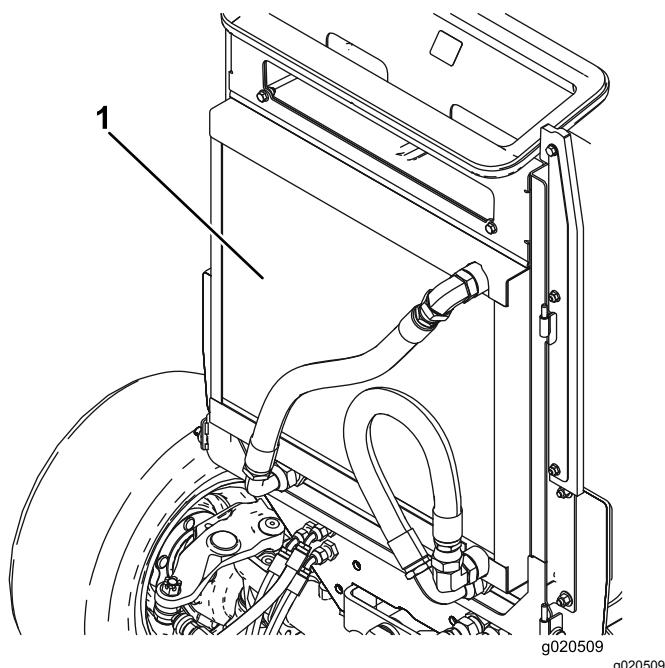

Figure 73
3. Nettoyez soigneusement les deux côtés du refroidisseur d'huile et du radiateur (Figure 73) à l'air comprimé. Commencez par l'avant et soufflez les débris vers l'arrière. Nettoyez